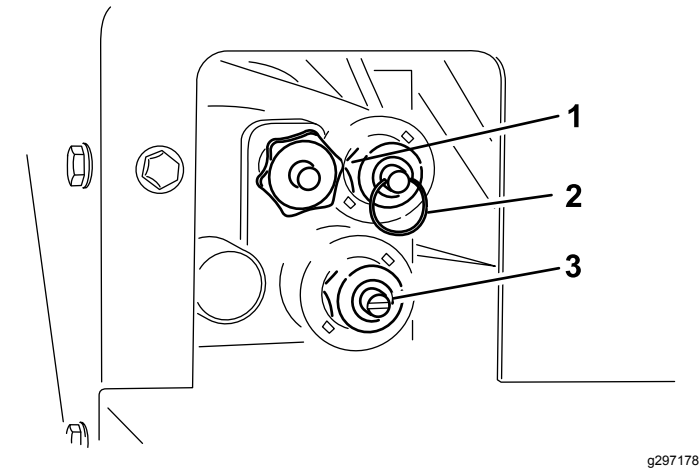

Figura 26
El mando de control manual está en el lado del conductor del sistema hidráulico (Figura 26).
- Para ajustar la velocidad del Suelo (Figura 26), gire el pomo en el sentido de las agujas del reloj. Se utiliza la máxima velocidad del Suelo en el sistema operativo codificado por colores, de manera que este ajuste puede realizarse sin tener ningún caudal hidráulico. Esto es de especial importancia cuando la tolva está llena de arena.
- Para elevar la tolva (Figura 26), presione el anillo del husillo de la válvula.
- Para bajar la tolva (Figura 26), tire del anillo del husillo de la válvula.
- Para ajustar la velocidad del rotor (Figura 26), utilice un destornillador de punta plana, girando en el sentido de las agujas del reloj para aumentar la velocidad o en el sentido contrario de las agujas del reloj para reducirla.